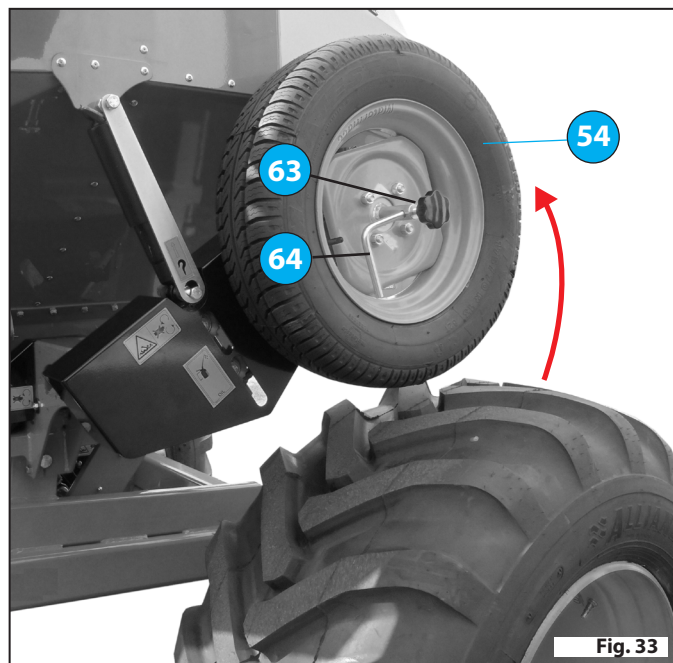

Fig. 33
- Unieść koło przenoszące napęd **54** „Fig. 33”